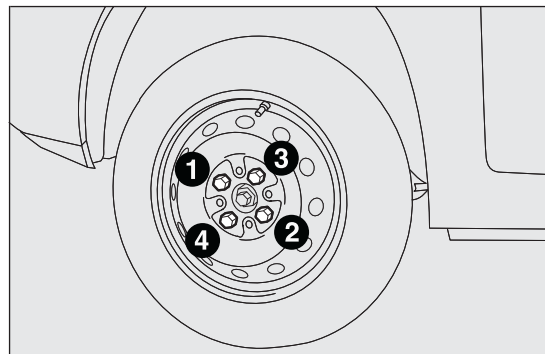

fig. 125
- ☐ con la llave suministrada, apretar a fondo los pernos, pasando alternativamente de un perno al diametralmente opuesto, siguiendo el orden numérico ilustrado en fig. 125 .